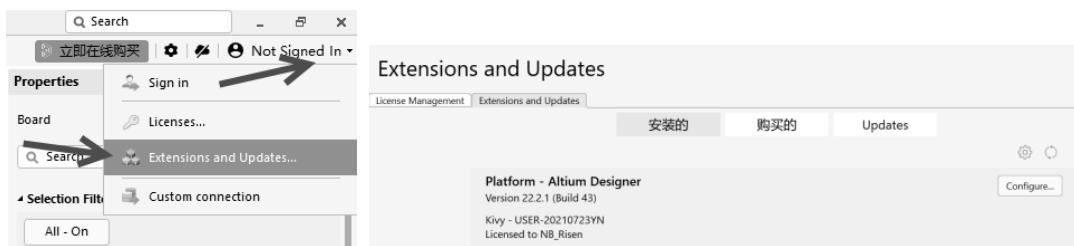

图 12-30 扩展及更新界面
- (1) 准备好安装包（一般软件安装包里面有这些插件的）。
- (2) 打开 Altium Designer，在右上角执行图标命令“Not Signed In”，然后选择“Extensions and Updates”，进入“Extensions & Updates”（扩展及更新）界面，如图 12-30 所示。